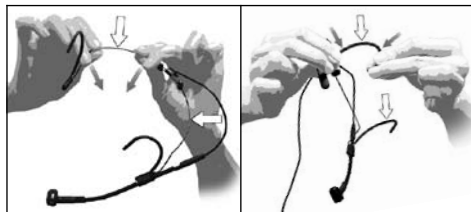

Fig. 6: Come piegare l'archetto sotto nuca e l'archetto auricolare
- Tenete l'archetto sotto nuca e l'archetto auricolare fermi nei punti indicati nella fig. 6 e piegateli **prudentemente** un po' verso l'interno.
Vedi fig. 6.